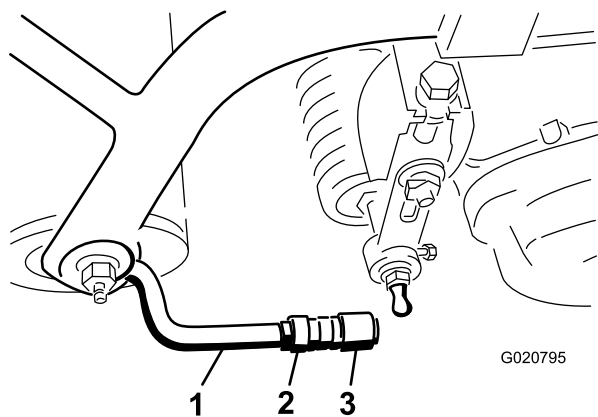

Figura 9
5. Allineate gli attacchi nei giunti sferici in modo che la parte aperta dell'attacco sia centrata verso il prigioniero a sfera. Serrate i controdadi per fissare gli attacchi in posizione (Figura 9).